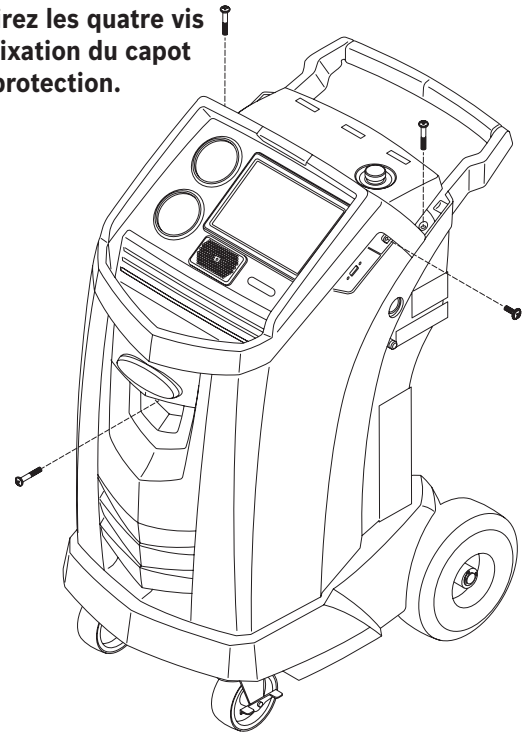

Figure 6
2. La machine nettoie le filtre installé. Éteignez la machine. Enlevez la bouteille d'huile. Retirez les quatre vis de fixation du capot de protection. Voir Figure 6.